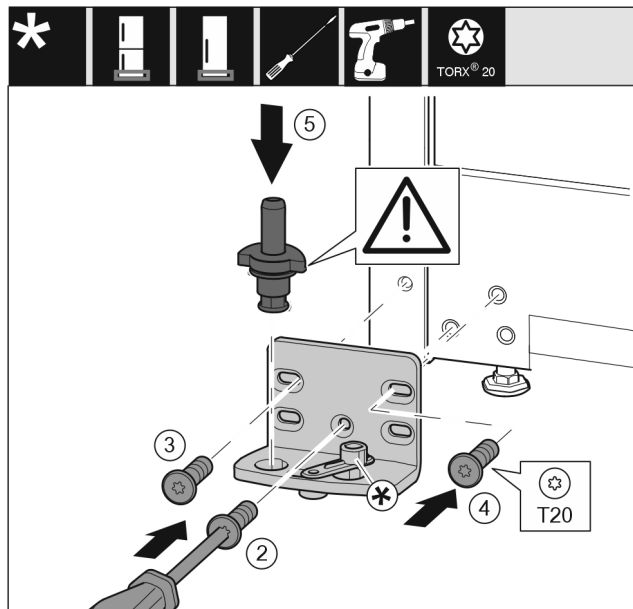

Fig. 16
- ▶ Sæt hængselkonsollen på i den anden side, og skru den fast med en skruetrækker T20. Begynd med skruen 2 fornedet i midten. Fig. 16 (2)
- ▶ Stram skruerne 3 og 4. Fig. 16 (3,4)
- ▶ Sæt hængselboltten helt i. Sørg i den forbindelse for, at låsekammen vender bagud. Fig. 16 (5)